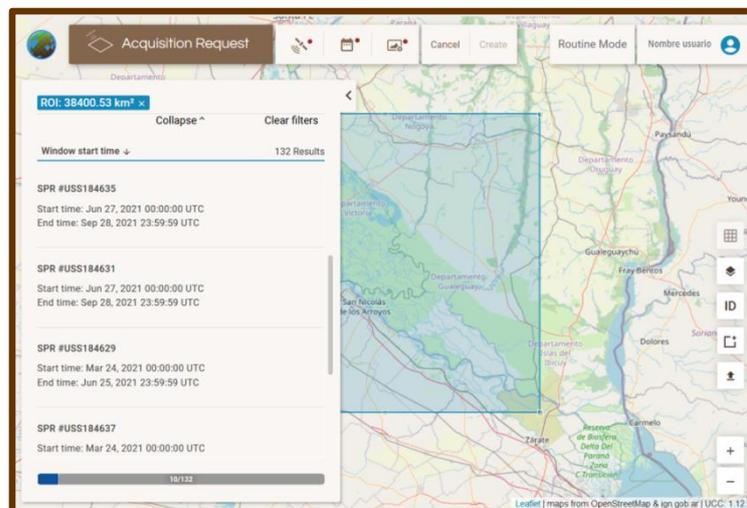

Figura 38: Panel lateral con información de adquisiciones requeridas por usuarios, filtradas a partir de una región de interés (ROI) (rectángulo en azul).
- Una vez seleccionado la opción **Acquisition Request** (Pedido de Adquisición), se actualizará el panel lateral de información de productos, mostrando el listado de las adquisiciones disponibles en el Catálogo cuyos *frames* (recuadros o huellas de las imágenes) intersecan en alguna porción la región de interés (ROI) (ver **Figura 38**).
El resumen de datos de cada pedido disponible de adquisición, (ver **Figura 38**), es el siguiente:
Figura 40: Panel lateral con la información de adquisiciones disponibles, seleccionadas a partir de dos filtros: Una ROI (rectángulo en azul) (ver resultados en la **Figura 38**), y posteriormente, según la selección de parámetros del sensor (ventana superior desplegada indicando los parámetros seleccionados en este ejemplo). El área de la ROI y los filtros aplicados se muestran en el panel de productos (recuadros en azul).